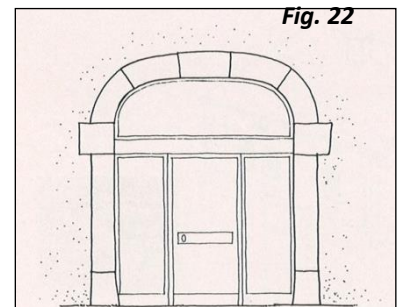

Fig. 22
- Si la porte de grange est convertie en **porte d'entrée**, son traitement respectera différents principes (fig. 22) :